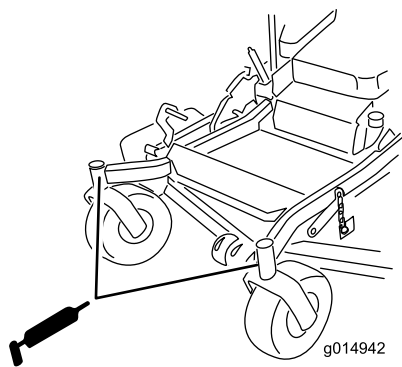

Figura 39
9. Instale el tapón hexagonal y la tapa (**Figura 39**).